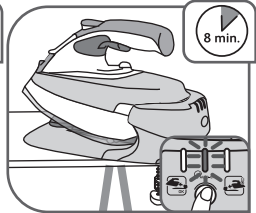

Fig. 16*
- Indicatorul portocaliu luminează intermitent (în funcție de model): funcție Auto-Off (Oprire automată) activată (consultați capitolul "Siguranță Auto-Off (Oprire automată)" – fig.16.
- Pentru a repune fierul în funcțiune, este suficient să apăsați pe butonul RESTART de pe panoul de comandă – fig.16.